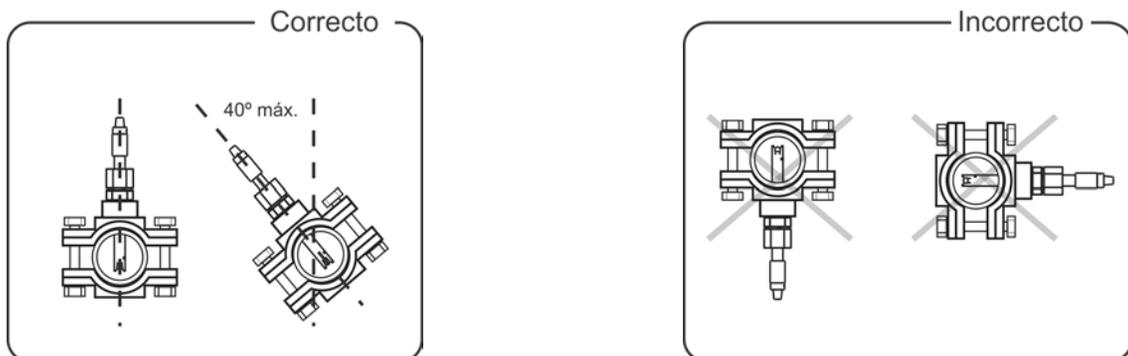

Fig. 9
- **Instalar siempre los sensores de pH/ORP preferiblemente en posición vertical o con una inclinación máxima de 40° (Fig. 9).**